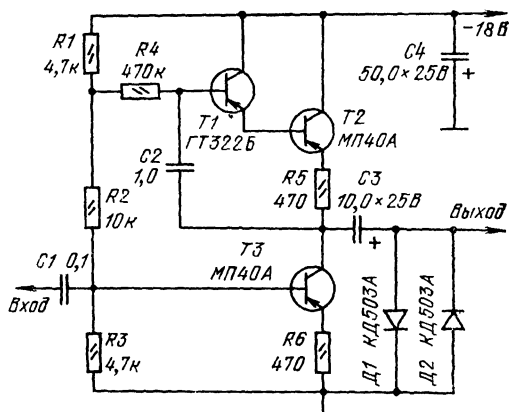

Рис. 47
**Компрессоры.** Принципиальная схема простого компрессора электрических сигналов микрофона изображена на рис. 47. Устройство представляет собой ступень усиления с динамической нагрузкой. Роль динамической нагрузки играет составной транзистор  $T1T2$ . Сигнал с коллектора транзистора  $T3$  через конденсатор  $C3$  поступает на симметричный диодный ограничитель, который и обладает компрессионными свойствами.